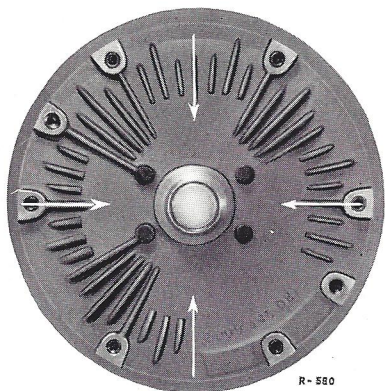

Bild 25 - 1/8
19. Das Schwungrad auf der Kurbelwelle so drehen, daß zwei Höcker, die zwischen zwei Gewindelöchern liegen, senkrecht nach unten zeigen (Pfeile in Bild 25 - 1/9).